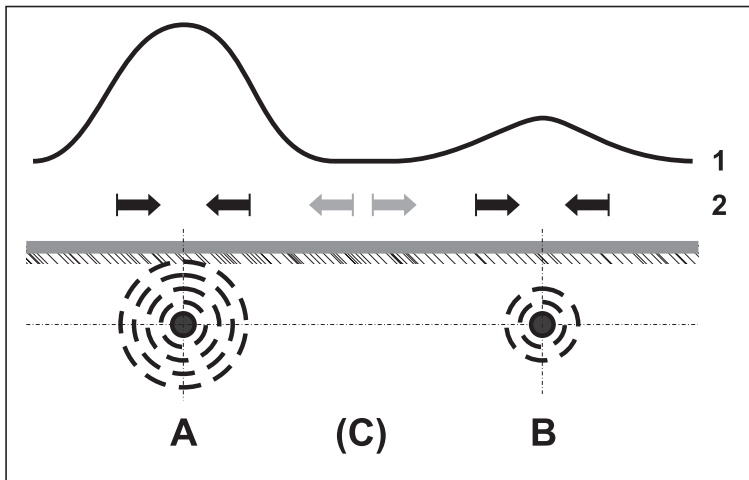

Fig. 41: Situation de localisation en cas de conduites rapprochées
La figure 41 illustre une situation de localisation dans laquelle une conduite B est très proche de la conduite à localiser A. La conduite A est injectée directement. Le tracé du signal (1) montre un maximum sur les deux conduites.